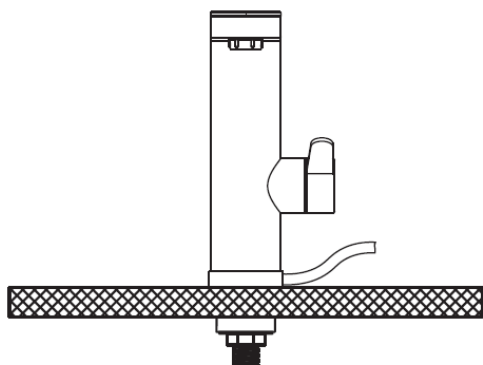
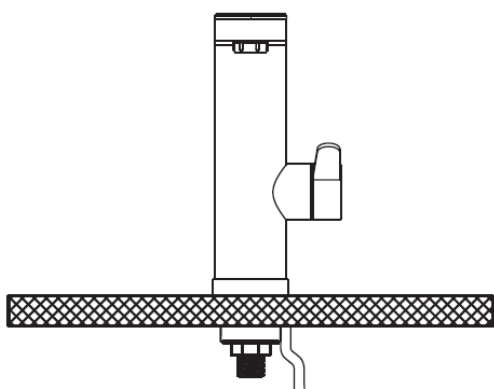

Figura 1. Ieșirea cablului de alimentare deasupra chiuvetei
Figura 2. Ieșirea cablului de alimentare sub chiuvetă
2. Montați încălzitorul pe chiuvetă în funcție de opțiunea de montare selectată, așa cum se arată în Figura 1 sau Figura 2.
Supapa de siguranță s-a declanșat.	- Scoateți aparatul din priză și închideți alimentarea cu apă. - Așezați dopul de cauciuc al supapei de siguranță (figura 1) în poziția inițială. - Adăugați apă în încălzitor, așteptați până când apa se revarsă din gura de scurgere și apoi opriți alimentarea cu apă. Verificați etanșeitarea tuturor conexiunilor - Conectați aparatul la sursa de alimentare